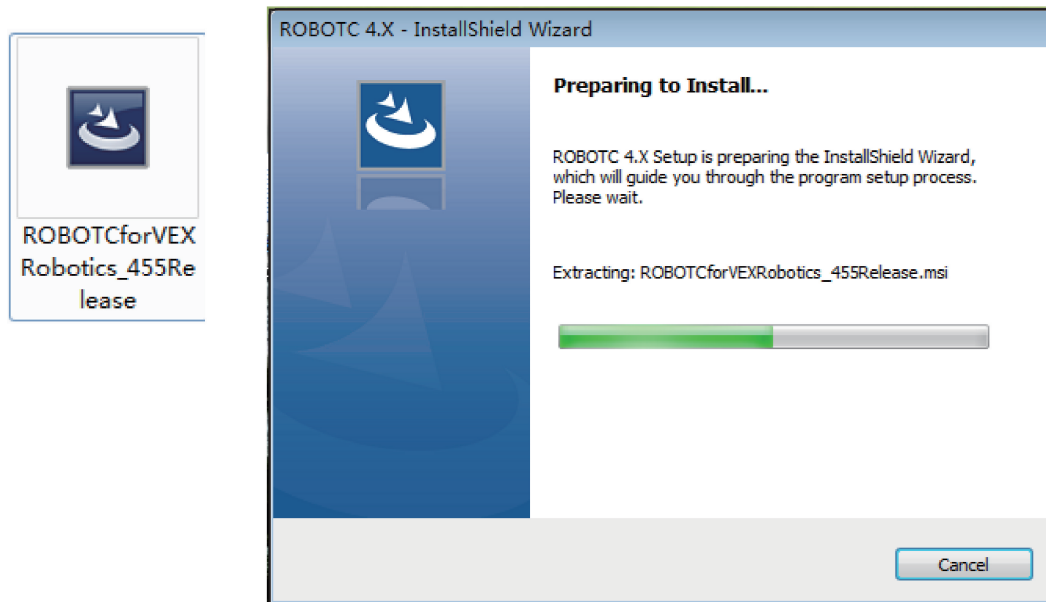

图 1-1
(1) 双击安装包开始安装,等待一分钟左右完成安装准备,如图 1-1 所示。